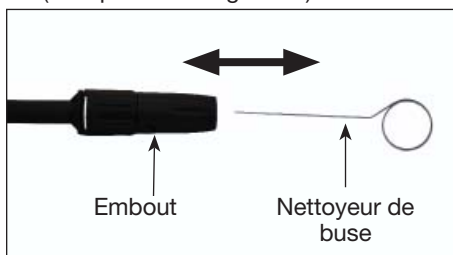

Figure 13
- ◆ PW135002: Versez du savon dans le récipient à savon. Ajustez la lance selon la position du savon. Tourner à basse pression (Figure 13)